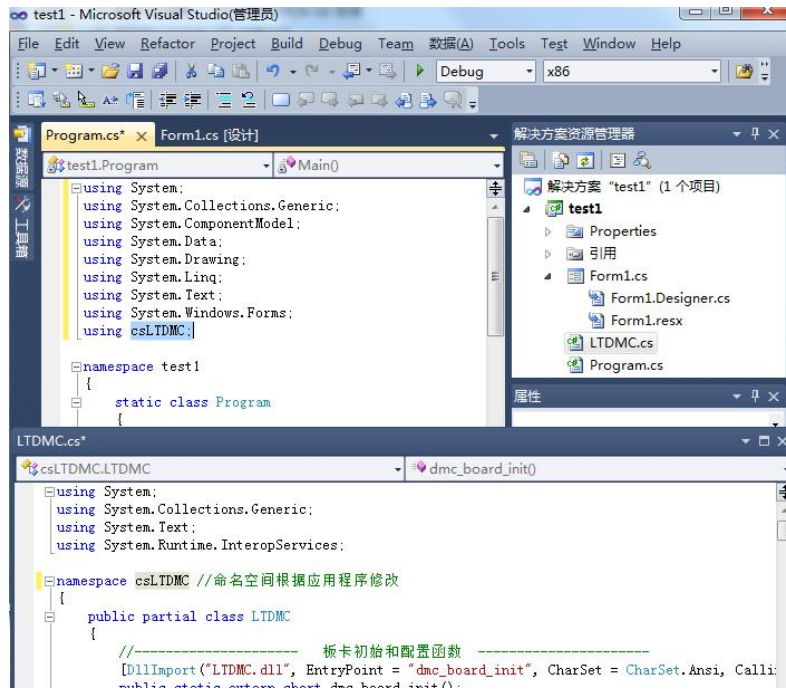

图 5.15 添加控制器的命名空间
- 6) 在代码文件开头处添加控制器的命名空间：`using csLTEMPC`；如图 5.15 所示。